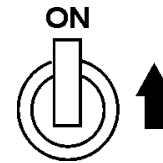

Figure 21. Disjoncteur GFCI (ON)
- Placez le disjoncteur **GFCI** (Figure 21) en position **ON**.